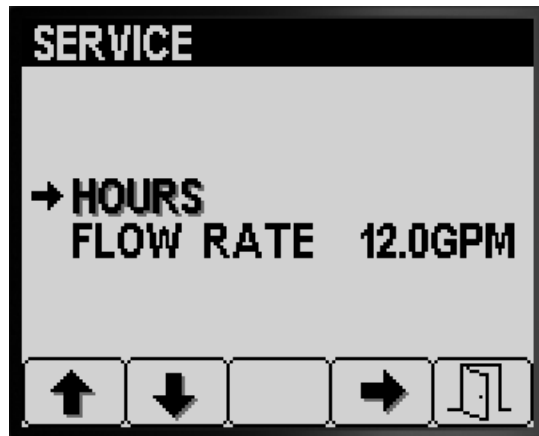

Figura 80
1. Apăsai butonul 1 sau 2 din ecranul Service până când ajungeți la opțiunea HOURS (ore) (Figura 80).
2. Apăsai butonul 4 pentru a selecta intrarea Hours (Ore) (Figura 80).